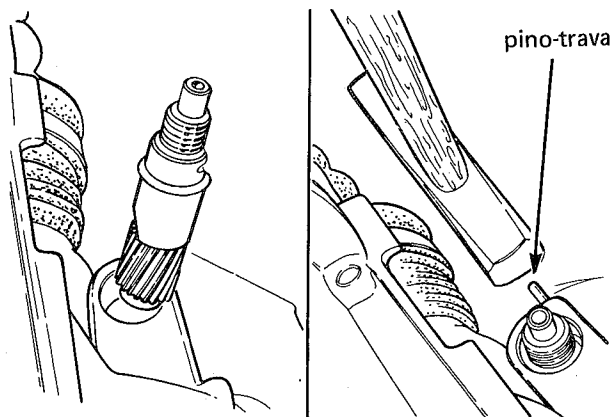

fig. 36
2. Instalar o conjunto mancal/pinhão na carcaça da transmissão, certificando-se do seu correto engrenamento com o sem fim. Instalar o pino-trava do conjunto (fig. 36)